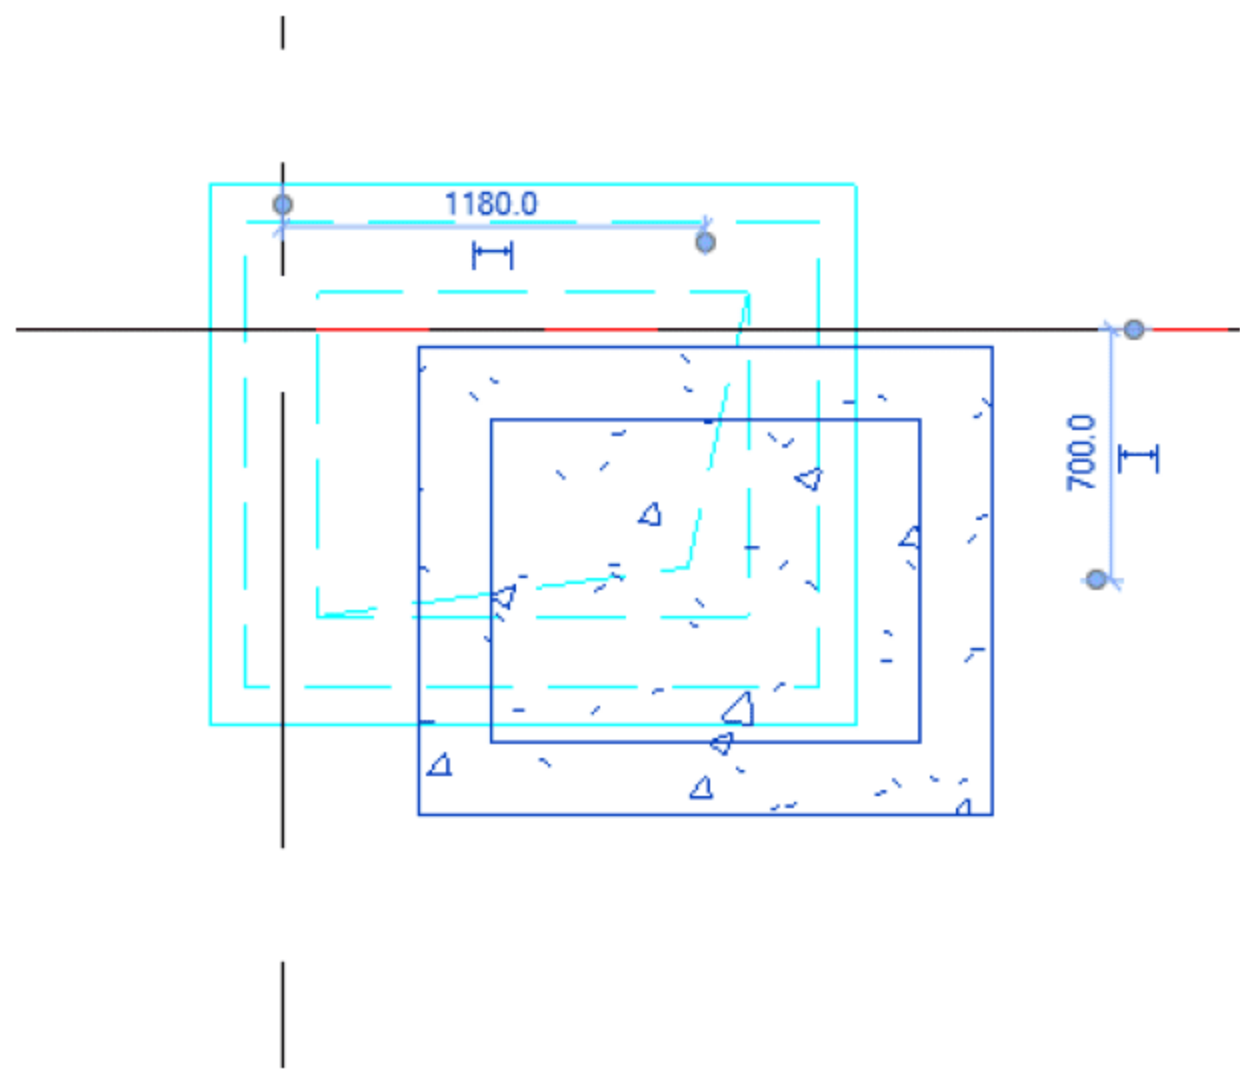

图 12.3.31 插入“中部风道”族
(26) 插入“中部风道”族。选择“建筑”→“柱”→“柱：建筑”命令，然后插入“中部风道”族，如图 12.3.31 所示。